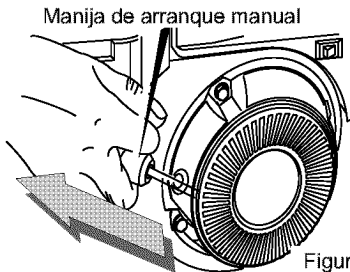

Figura 67
6. **(ARRANQUE MANUAL)** Jale la manivela de arranque con un movimiento seguro y rápido (vea la Figura 67). No deje que la inercia del encendido jale la cuerda del arranque con violencia. Permita que vuelva a enrollarse suavemente mientras sostiene la manivela.